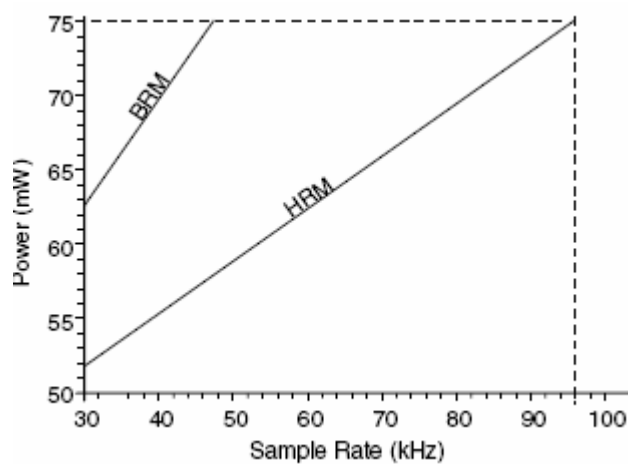

图 3 功率与采样率的关系
注释：(3) 参考图 3。最大功率是在 VA=5.5V 的条件下测试得到的。